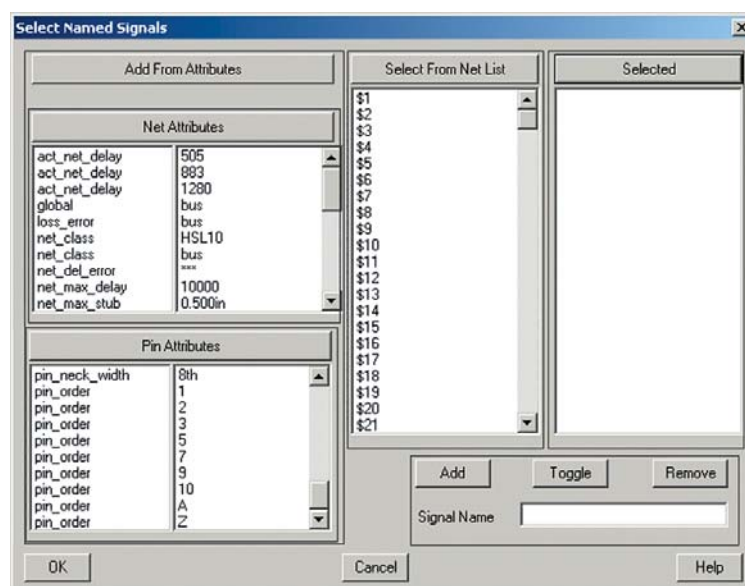

Рис. 9. Выбор цепей из списка
На экране появится диалоговое окно Select Name Signals (рис. 9), в котором присутствуют различные инструменты по выбору именованных цепей: по имени атрибутов цепи (Net Attributes), по имени выводов цепи (Pin Attributes), а также из общего списка.
- Named Signal — это основной способ выбора цепей по имени через диалоговое окно, аналогичное показанному на рис. 9.